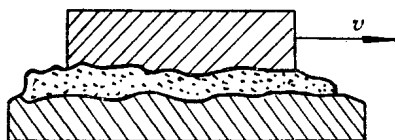

图 2-7 流体摩擦
2. 流体摩擦（即流体润滑）两个运动着的物体表面被一层润滑剂完全隔开时，所产生的摩擦，叫流体摩擦（见图 2-7）。流体摩擦发生在润滑剂膜内，两个运动着的物体表面并不直接接触，因此接触面磨损轻，消耗动力小，是一种理想的摩擦状态。